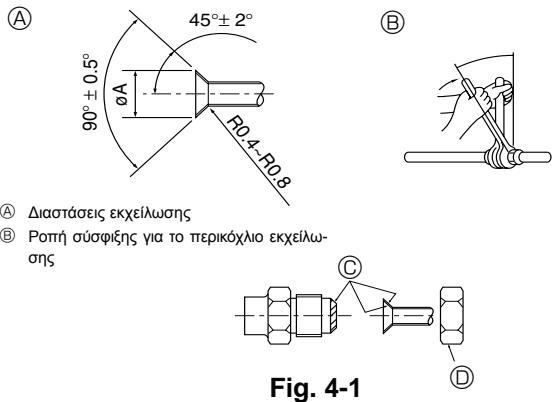

Fig. 4-1
(A) (Fig. 4-1)
(B) (Fig. 4-1)
4.2. Σωλήνες σύνδεσης (Fig. 4-1)